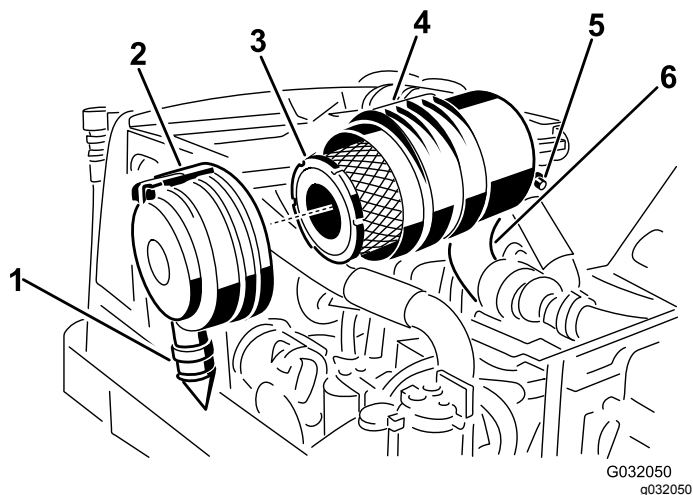

Рисунок 45
2. Снимите фильтр грубой очистки (Рисунок 45).
3. Замените фильтр грубой очистки (Рисунок 45).
7. Установите крышку так, чтобы резиновый выпускной клапан находился в нижнем положении — примерно между «5 и 7 часами» при взгляде с торца, и зафиксируйте защелку (Рисунок 45).